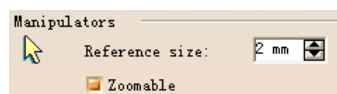

图 6-82
(1) Manipulators (操纵器) 选项组 (如图 6-82 所示)